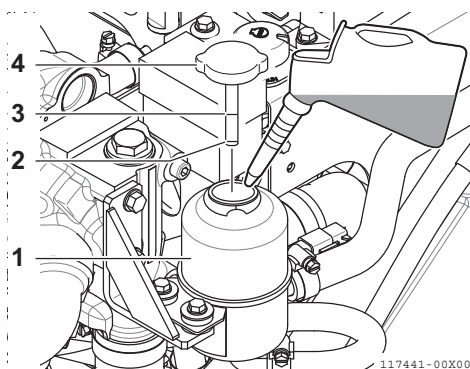

Figure 8
1. Retirez le bouchon de remplissage/la jauge (**Figure 8, (3), (4)**) du réservoir de service d'huile de servodirection (**Figure 8, (1)**) et essuyez-la à l'aide d'un chiffon propre.
3. Retirez la jauge. Le niveau d'huile doit se situer entre les lignes supérieure (**Figure 8, (3)**) et inférieure (**Figure 8, (2)**) de la jauge.